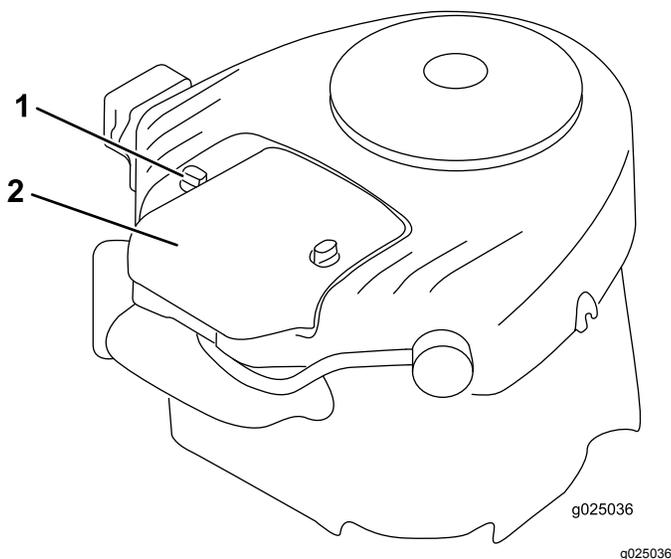

Bild 22
2. Schrauben Sie das Handrad ab und entfernen Sie die Luftfilterabdeckung (Bild 22).
2. Montieren Sie die Luftfilterabdeckung und die Handräder (Bild 22).